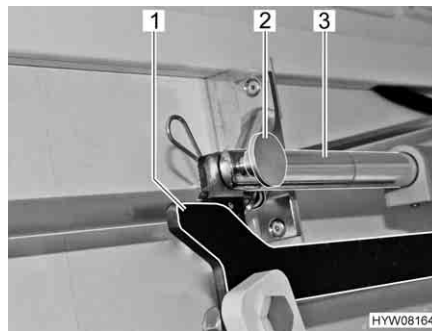

Fig. 77 Azionamento
- Rimuovere il collegamento (p. es. copiglia e bullone) (Fig. 77,2) tra la biella (Fig. 77,3) e la leva (Fig. 77,1).